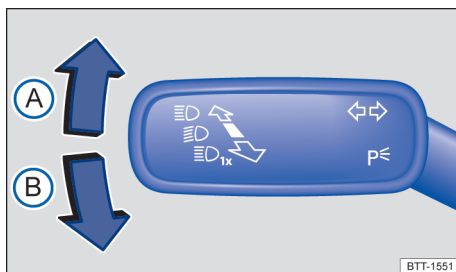

Fig. 84 À esquerda na coluna de direção: alavanca dos indicadores de direção e do farol alto.
- Traga a alavanca dos indicadores de direção e do farol alto da posição central para a seguinte posição → Fig. 84:
- (A) Piscar à direita ➔.
- (B) Piscar à esquerda ➜.